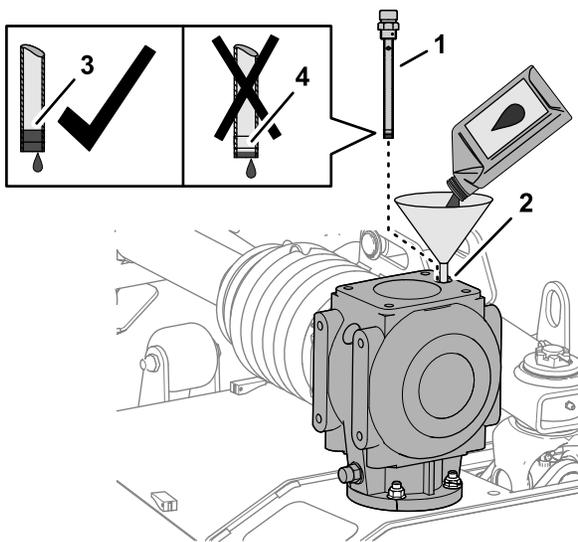

Рисунок 63
1. Долейте 1064 мл трансмиссионного масла указанного типа в редуктор через отверстие для масломерного щупа (Рисунок 63).
- Заверните масломерный щуп в отверстие, выверните щуп и проверьте уровень масла по щупу (Рисунок 63).
- Заверните масломерный щуп в заливное отверстие и затяните его (Рисунок 63).